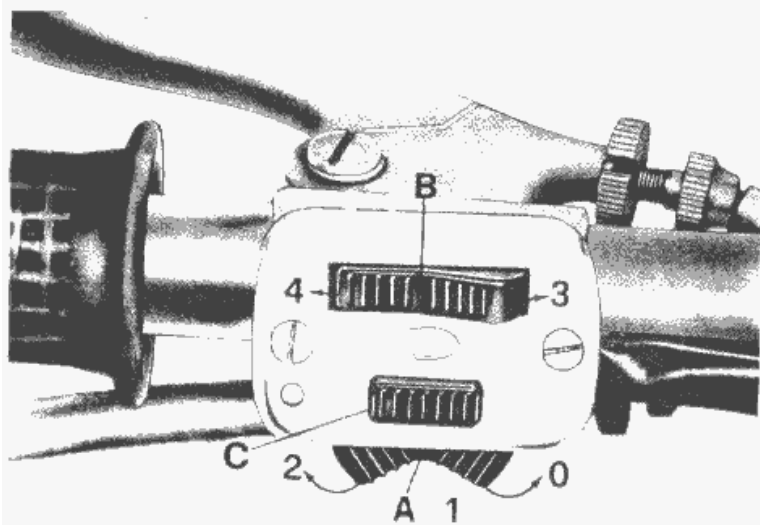

Fig. 9
Posizione « 2 »: macchina pronta per lo avviamento o macchina in marcia. Tutti i comandi sono inseriti. Per la marcia diurna non occorre nessuna altra manovra; per la marcia notturna è necessario azionare le leve (A e B) dell'interruttore-commutatore (vedere fig. 9).
11) **Interruttore per illuminazione e pulsante comando avvisatore acustico** (vedere fig. 9):